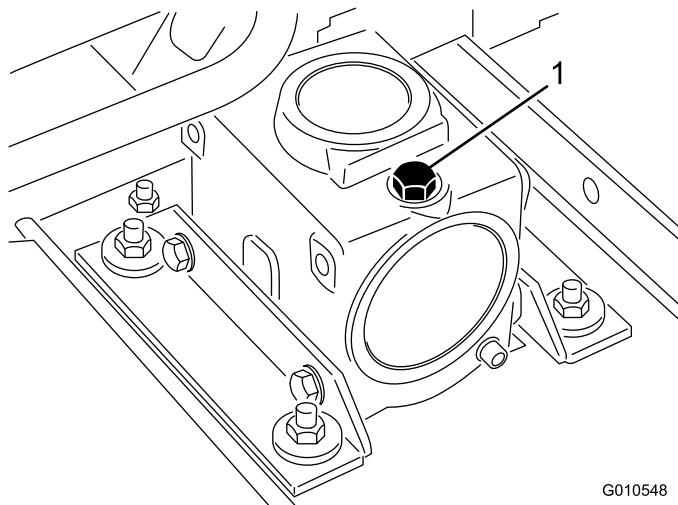

Figura 19
2. Coloque a máquina e a unidade de corte numa superfície plana e baixe a unidade de corte. Retire a vareta/tampão de enchimento da parte superior da caixa de velocidades (Figura 19) e verifique se há lubrificante entre as marcas da vareta. Se o nível de lubrificante estiver baixo, adicione lubrificante de